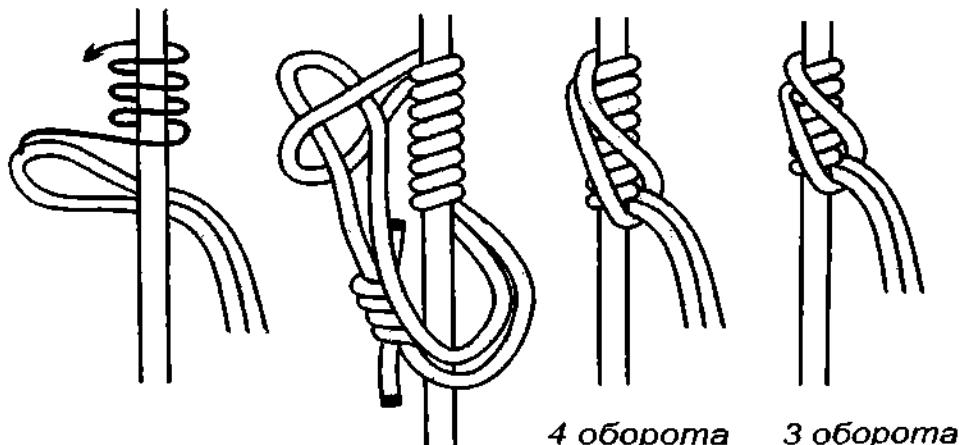

Рис. 682. Прямой австрийский схватывающий узел.
**В прямом австрийском схватывающем узле** петля репшнуря накручивается на основную верёвку снизу вверх (рис. 682). Прямой вариант узла применяется обычно для натяжения навесной переправы. В этом случае **австрийский схватывающий узел** вяжется из двойного 6–8 мм репшнуря с 3–4 оборотами вокруг основной верёвки. Чем тоньше репшнур, тем лучше держит **прямой австрийский схватывающий узел**. Если к верхней петле пристегнуть карабин и внутрь его пропустить нижнюю петлю, получится **псевдобахман** (рис. 683).